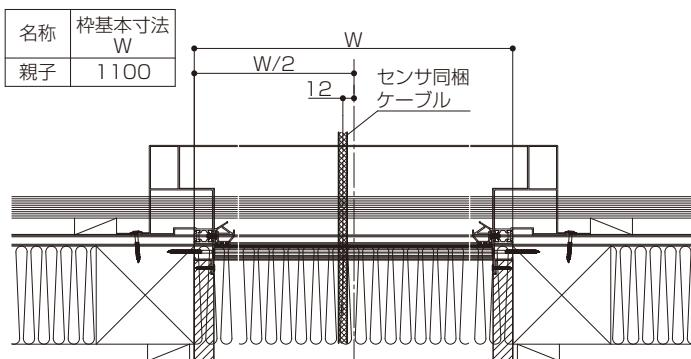
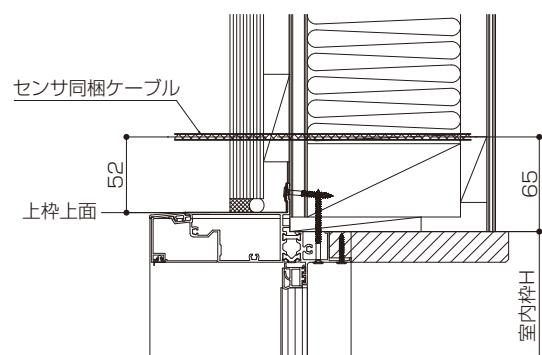

図1-1
図1-2
加工位置は枠寸法Wの中央から左方(上断面図)※へ12mm(図1-1)、上枠上面から上方へ52mm(図1-2)になります。
※上枠が取付けられていない場合、加工位置の高さは室内枠Hから上方へ65mmになります。(図1-2)
- 図1-1、1-2を参考に下地に空けた配線用穴の位置に合わせ、外壁にφ30以上の穴加工をしてください。(図4-1)